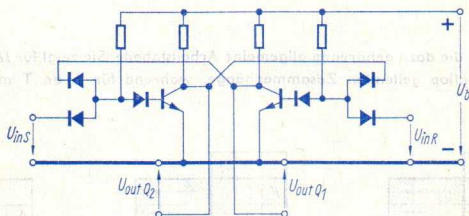
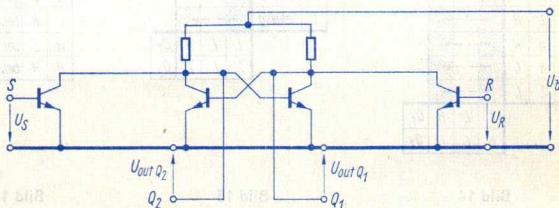

Bild 11
Bild 12
**Bild 11** zeigt den Schaltplan eines  $H$ -Basis-Flipflops, **Bild 12** den eines  $L$ -Basis-Flipflops.